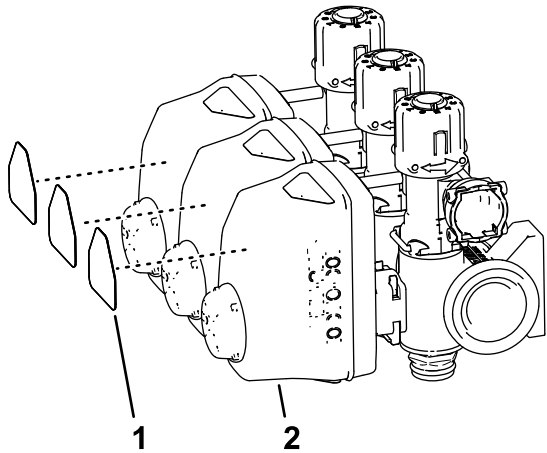

Рисунок 70
5. Удалите наклейки с приводов 3 клапанов секций (Рисунок 70).